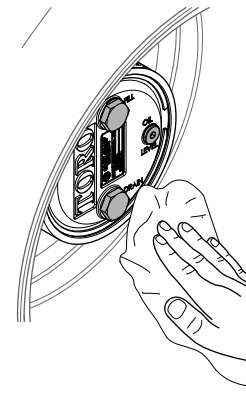

Figura 71
3. Limpie los alojamientos del freno y de los engranajes planetarios (Figura 71).